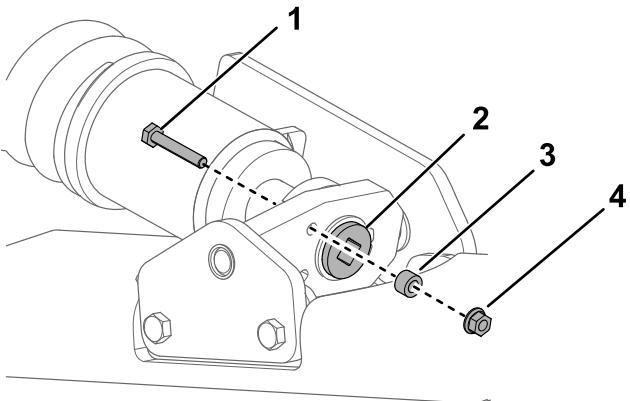
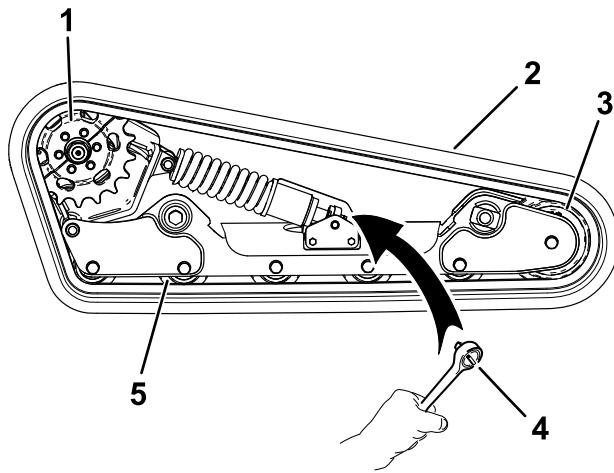

Figure 57
Figure 61
4. Enlevez le boulon de blocage, l'entretoise et l'écrou (Figure 57).
6. Alignez l'encoche la plus proche dans la vis de tension et le trou du boulon de blocage, et fixez la vis avec le boulon et l'écrou de blocage (Figure 57).
- Enlevez le boulon de blocage, l'entretoise et l'écrou (Figure 57).
- À l'aide d'une clé à cliquet de ½ po, tournez la vis de tension dans le sens horaire pour détendre la transmission (Figure 57 et Figure 61).
- Retirez les 3 boulons qui fixent la moitié de pignon qui n'est pas engagée sur la chenille (Figure 61).